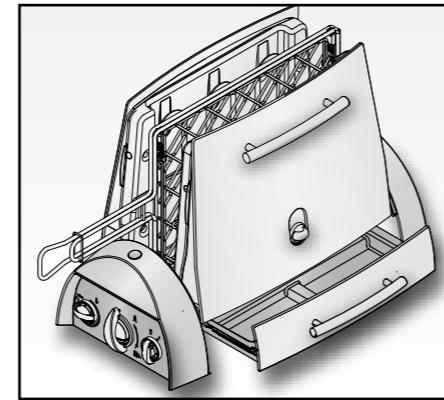

Fig. 5
- I grassi in eccesso si depositano nel vassoio raccogli grassi (3) all'interno del cassetto (2) (Fig. 5) lontano dalle resistenze in modo da non generare fumo o cattivi odori
- Al termine della cottura, spegnere l'apparecchio portando la manopola (4) su 0, staccare la spina dalla presa di corrente e rimuovere la griglia (16), estrarre la piastra (13) verso l'alto, dopo aver aperto le piastre mediante la manopola (5).